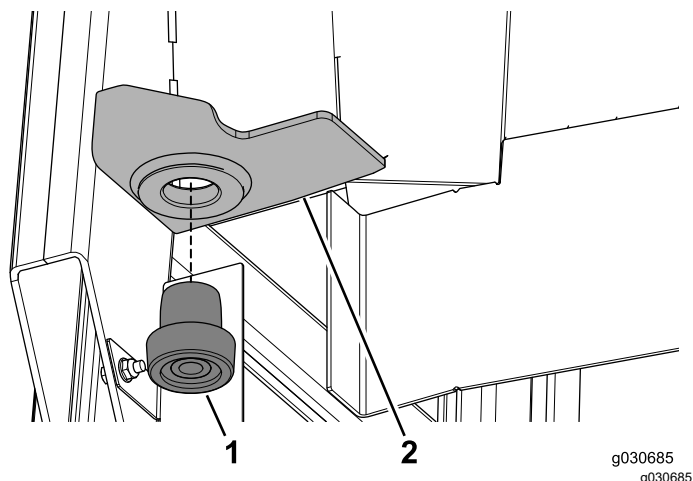

Figura 11
1. Pressione o isolador de borracha no orifício da montagem traseira esquerda na estrutura da cabina (Figura 11).